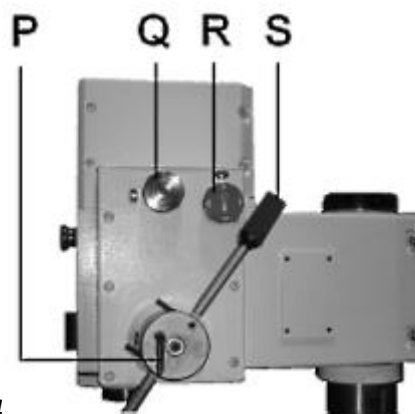

Рис. 4
Установите выбранное значение автоподачи ручкой (R, рис.4) и переключите ручку (Q) на режим автоподачи.
Внимание: Не допускайте превышения глубины хода пиноли в режиме автоматической подачи. Если автоматическая подача не используется, отключите блок поворотом рукоятки (Q, Рис.4).